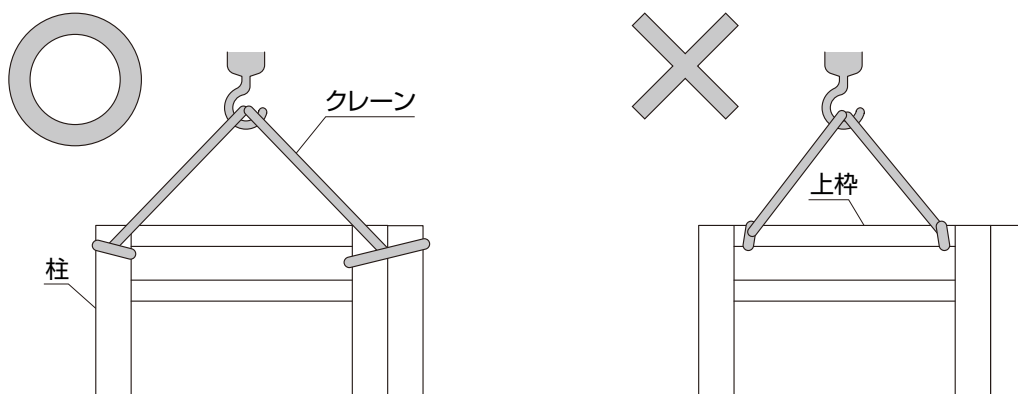

図3-2
- クレーン等で壁ユニット全体を吊り上げる場合は、柱上部を吊ってください。(図3-2参照)
- 上枠部をクレーンで吊らないでください。製品が破損するおそれがあります。(図3-2参照)